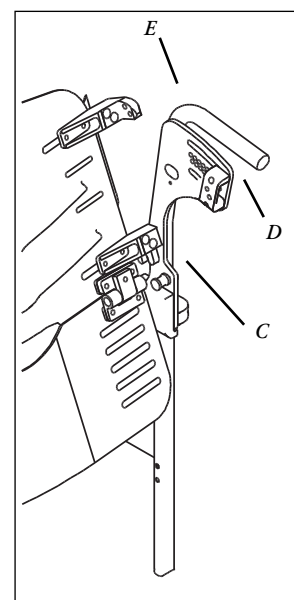

Figura 7
4. Instalar ambos vástagos de retención, derecho e izquierdo en una posición de 12 grados (F) atravesando la placa lateral (E), el conector superior (A) hasta el receptor de la carcasa del respaldo (D) **Figura 7**.
5. Graduar la carcasa del respaldo para que esté centrada entre las placas laterales (G).
6. Ajustar ambos pernos del conector superior (H) mientras suavemente se sostiene el conector superior hacia adentro, hacia el centro de la silla.
7. Ajustar ambos pernos del conector inferior (I).